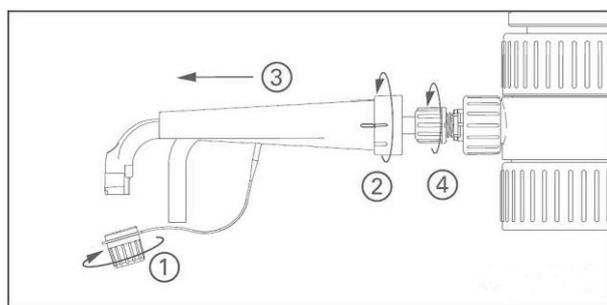

Fig.11 排出チューブ取外し
- ① キャップを取外します。(Fig.11 ①)
- ② 排出チューブカバー根元部を矢印の方向に 45 度回します。(Fig.11 ②)
- ③ 排出チューブ先端部を本体側に押さえながら、カバーを矢印の方向にスライドさせます。(Fig.11 ③)
- ④ 排出チューブ根元部の固定ネジを、反時計方向に回して取外し(Fig.11 ④)、排出チューブを取り外します。